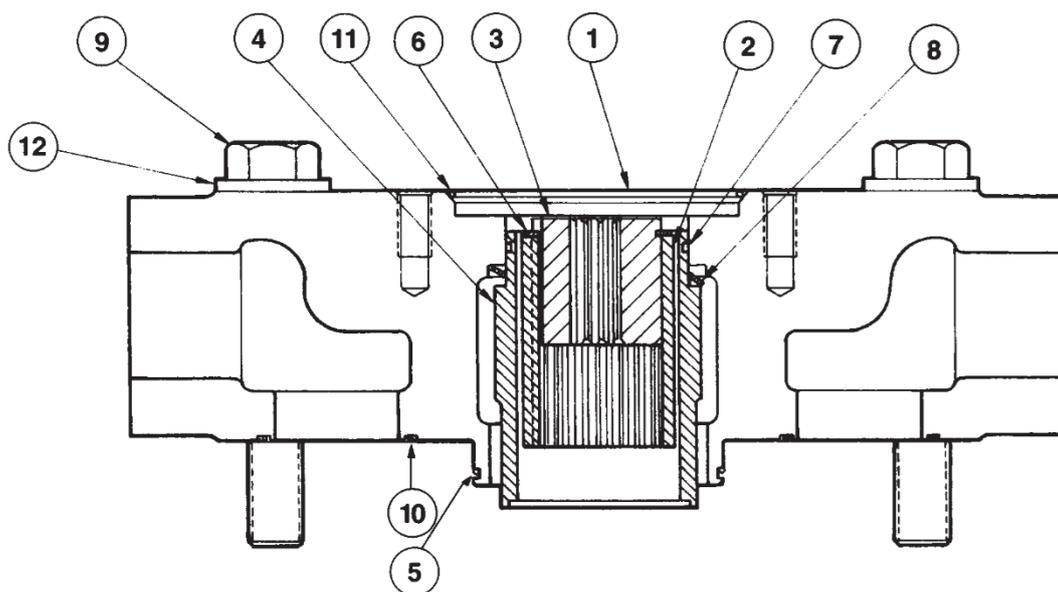

Рис. 15
См. рис. 15. Установить волнистую пружину (8) на изолирующую втулку (4). Смазать уплотнительное кольцо (7) и установить на изолирующую втулку. Установить изолирующую втулку в упор к прижимной пластине, поз. (9) на Рис. 9.